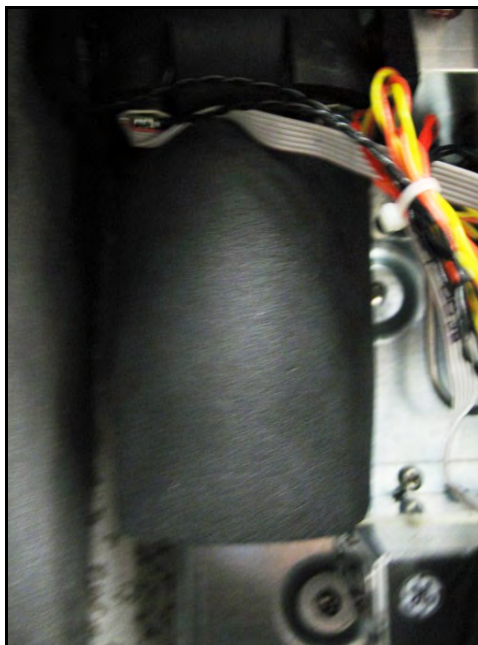

Figura 91: Instalación finalizada
15. La cámara del tubo de permeación debe ser similar a la de la Figura 91 después de instalar el aislamiento.